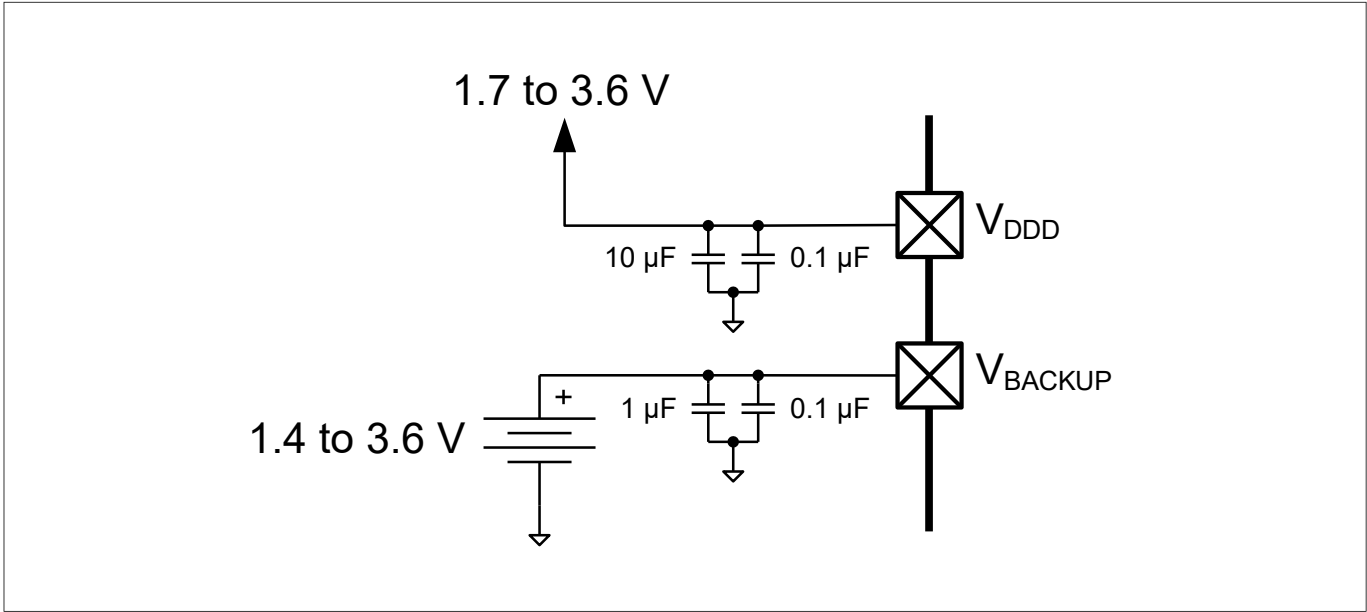

图 15 单独的电池连接至 V_{BACKUP}
- V_{BACKUP} ：备份域的电源，包括 32 kHz WCO 和 RTC。它可以是低至 1.4 V 的独立电源，用于电池或超级电容备份，如 图 15 所示。否则，连接到 V_{DD} 。它为 I/O 端口 0 供电。